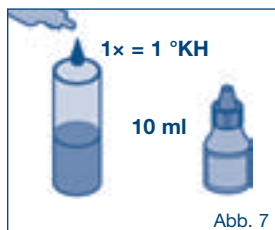

Abb. 7
1. Die Karbonathärte kann beim Wasserversorger erfragt werden oder mittels Schnelltest (Tröpfchentest, Abb. 7) bestimmt werden. Auf Basis der Karbonathärte und dem Anwendungsfall kann die Bypasseinstellung gewählt und die typische Filterkapazität aus Tabelle 1-3 in Kapitel 10 entnommen werden.